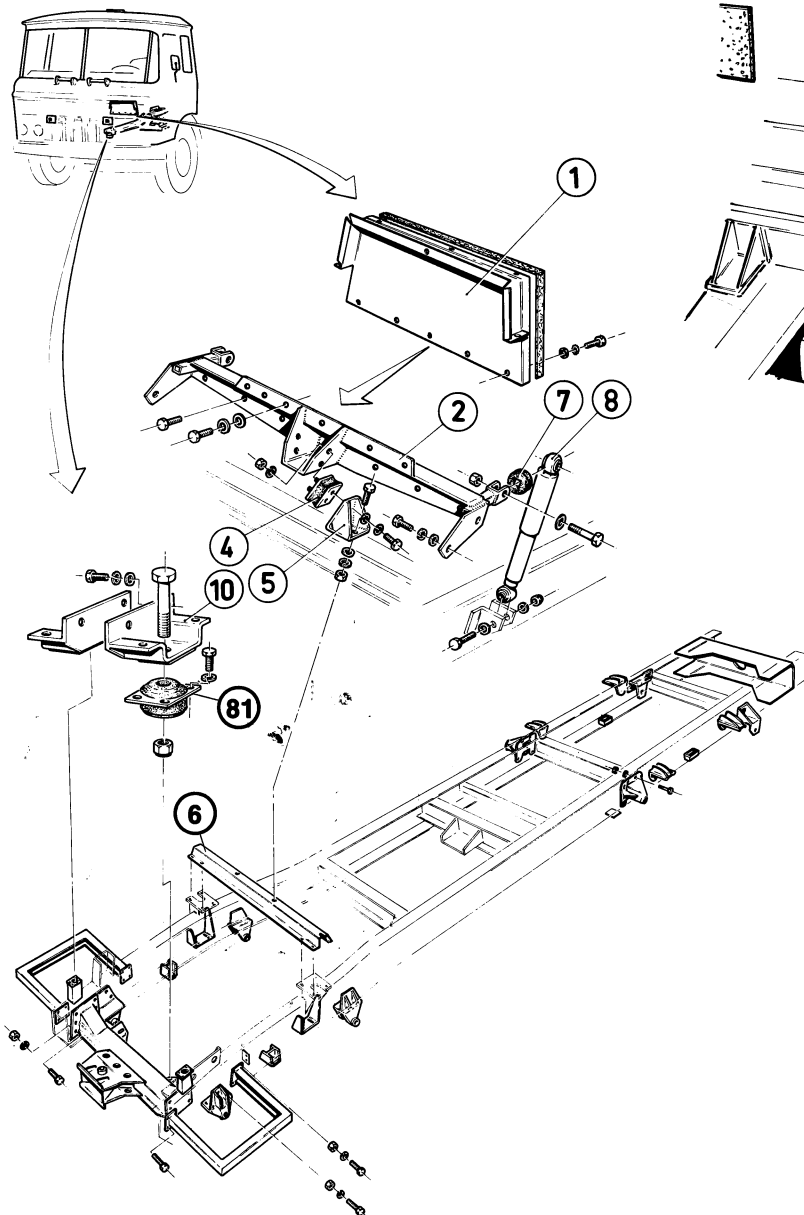

Fig. 1.
1. Zet steun (1) (fig 1 en 2) met twee bouten boven op de dwarsligger van de cabine vast.
1. Fixer le support (1) (fig. 1 et 2) au moyen de deux boulons sur la traverse de la cabine.
4. Bevestig de steunen (5) aan de rubber op-hangblokken (4).
5. De cabinebalk (6) kan nu aan de steunen (5) worden bevestigd, waarbij tevens de in punt 2 genoemde massakabel (3) wordt vastgezet.
6. Breng aan de achterzijde van de cabine twee rubber tules (7) aan en monteer de twee schokdempers (8) (fig. 1).
7. Monteer aan de voorzijde van de cabine, onder de twee langsliggers, twee cabinesteunen (10) (fig. 1 en 27).
4. Poser les supports triangulaires (5) contre les silentblocs.
5. Poser la traverse (6) sur les supports triangulaires (5), tandis que l'on y fixe également la tresse de masse (3) citée sous 2.
6. Poser à l'arrière de la cabine, deux manchons en caoutchouc (7), et installer les deux amortisseurs (8) (fig. 1).
7. A l'avant de la cabine, sous les deux longérons, poser deux supports de la cabine (10) (fig. 1 et 27).
8. Fixer la traverse (6) (fig. 1) de la cabine et la barre supportant les garde-boue (75) (fig. 54) au châssis.